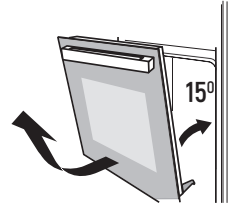

Abbildung 2
2. Bewegen Sie die Tür in die halb geschlossene Position, so dass sie einen Winkel von ca. 15° aufweist. Heben Sie die Tür an, ziehen Sie sie langsam heraus und trennen Sie sie vom Backofen. (Abbildung 2)